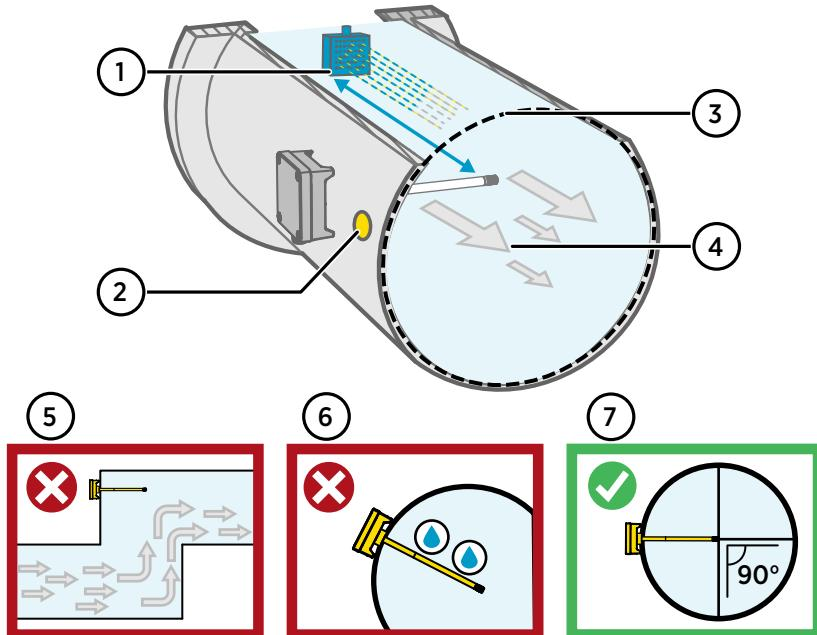

図 63 ダクト取り付けの概要
- オプション: 変換器の取り付け穴から約 30cm (12 インチ) 離れた場所に、ドリルを使って基準測定用の別の穴をあけます。「図 63 \(ページ 84\)」を参照してください。